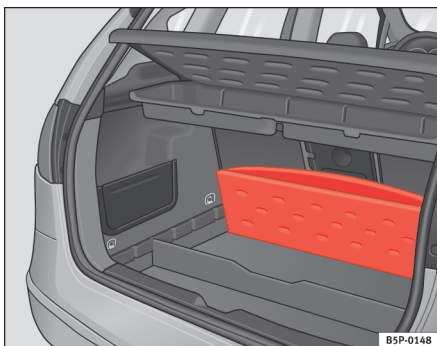

Fig. 106 Klap på bagagerumsbunden
- Løft bagagerumsbunden, og klap den helt bagud ⇒ fig. 106.